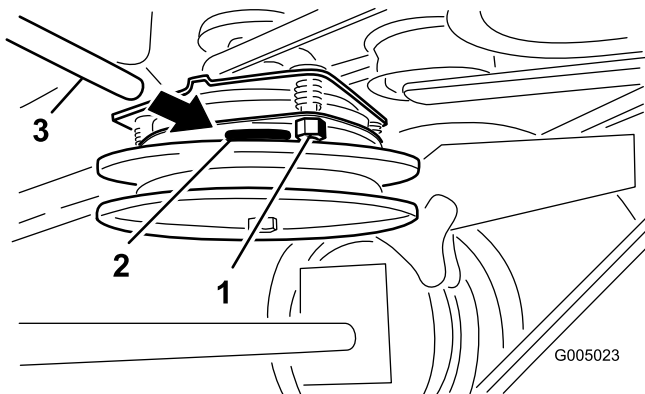

Figura 41
2. Apriete las contratuercas hasta fijar ligeramente la galga pero dejando que ésta se pueda mover con facilidad en la separación (Figura 41).